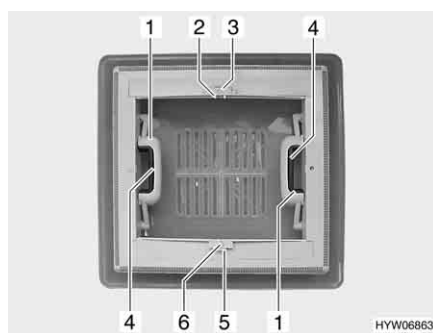

Fig. 32 Oblò a scatto
Apertura: ■ Premere la chiusura a scatto (Fig. 32,4) verso l'interno dell'oblò. Premere contemporaneamente verso l'alto l'oblò con la maniglia (Fig. 32,1).
Chiusura: ■ Tirare con forza verso il basso le due maniglie (Fig. 32,1) dell'oblò, fino a quando non scattano entrambe le chiusure.
- Premere l'arresto (Fig. 32,5) verso il lato esterno dell'oblò.
- Tirare l'oscurante a rullo per la maniglia (Fig. 32,6) fino alla maniglia contrapposta della zanzariera a rullo (Fig. 32,2) e farla innestare.
- Serrare la maniglia (Fig. 32,2). L'arresto si sblocca.
- Ricondurre lentamente l'oscurante a rullo accompagnandolo con la maniglia (Fig. 32,6).
- Premere l'arresto (Fig. 32,3) verso il lato esterno dell'oblò.
- Tirare la zanzariera a rullo per la maniglia (Fig. 32,2) fino alla maniglia contrapposta dell'oscurante a rullo (Fig. 32,6) e farla innestare.
- Ricondurre lentamente la zanzariera a rullo accompagnandola con la maniglia (Fig. 32,2).